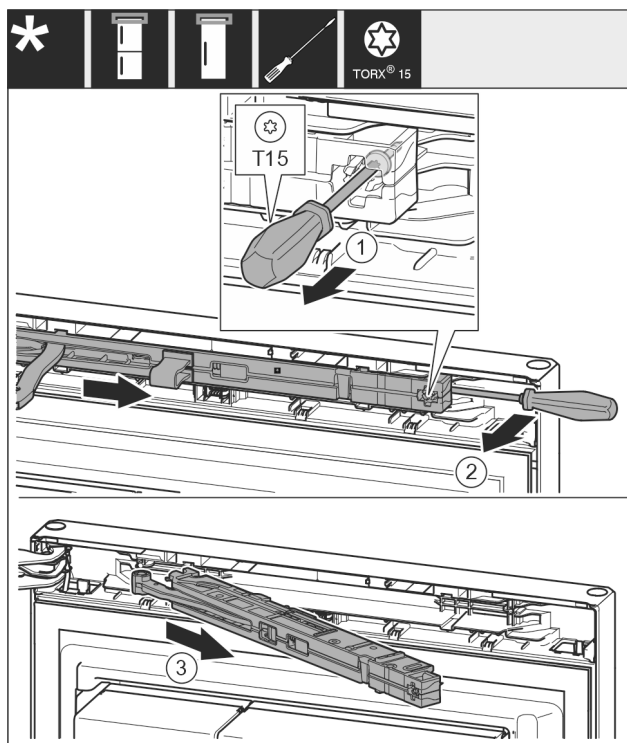

Fig. 8
- Šroub na jednotce tlumiče zavírání povolte šroubovákem T15 o cca 14 mm. Fig. 8 (1)
- Šroubovákem na straně madla zajed'te za jednotku tlumiče zavírání a otočte jednotku dopředu. Fig. 8 (2)
- Vytáhněte jednotku tlumiče zavírání. Fig. 8 (3)